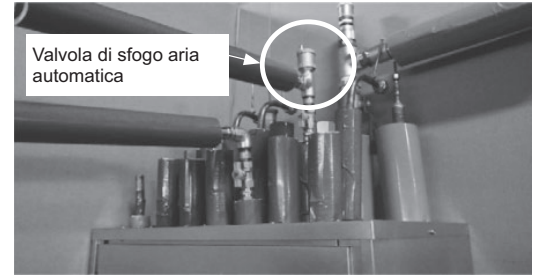

Figura 1. Valvola di sfogo aria automatica
*2. **Installare una valvola di sfogo aria nel punto più alto di ciascun tubo di diramazione dall'HBC (in due posizioni nel punto più alto del tubo di ritorno dall'HBC secondario e in sei posizioni nel punto più alto dei tubi di ritorno dalle unità interne). (Vedi Figura 1.)**